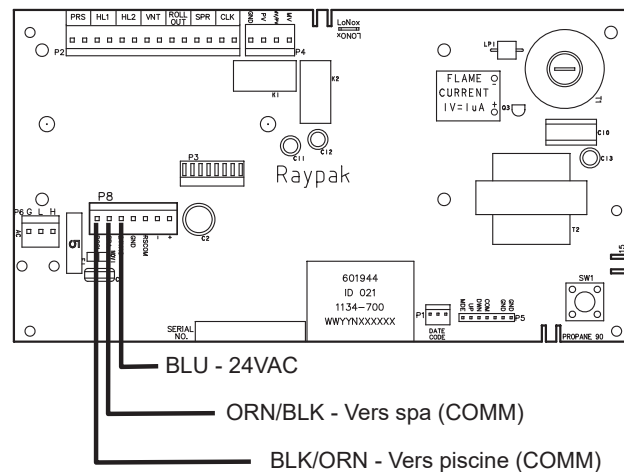

Figure 43. Connexion du harnais de câble d'un thermostat à 3 fils au connecteur P8
5. Connectez le harnais de câble 3 fils pour thermostat externe au connecteur P8 et mettez l'appareil à ON, voir **Figure 43**.